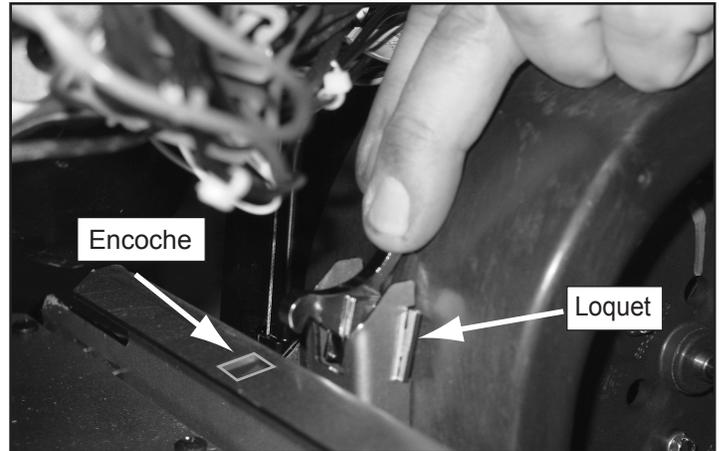

Figure 39.2
5. Passez la main derrière la soufflerie et libérez le loquet en appuyant sur le dessus du loquet et en le poussant vers la soufflerie. **Figure 39.2.**